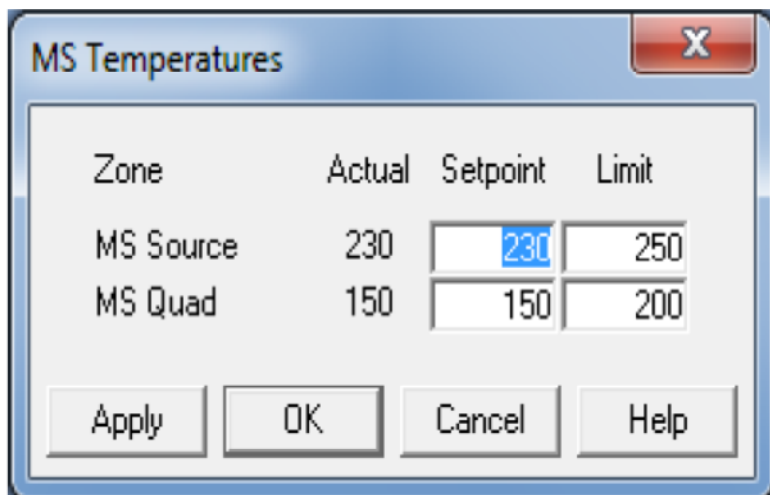

Рисунок 15 Установка температуры
- 2 В меню **MoreParams** выберите **Temperatures** (Рисунок 15).